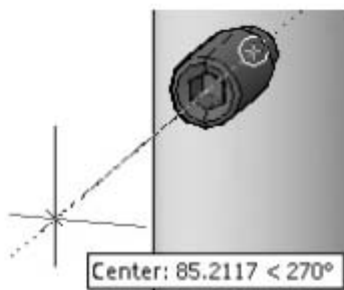

Рис. 12.68. Выбор третьей точки на пробке
9. Укажите третью точку на трекинге привязки **Центр** (Center) — на любом расстоянии вдоль оси вращения винта (рис. 12.68):